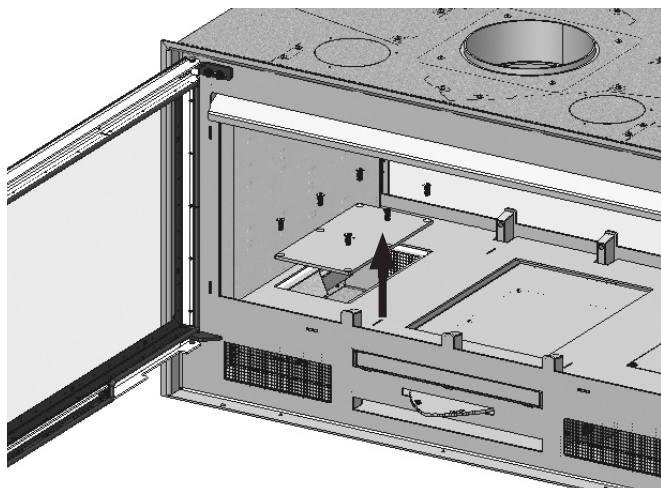

FIG. 4
2. Aflojar los tornillos de las tapas laterales, que dan acceso a los ventiladores, situadas bajo el fondo. (Fig. 4)